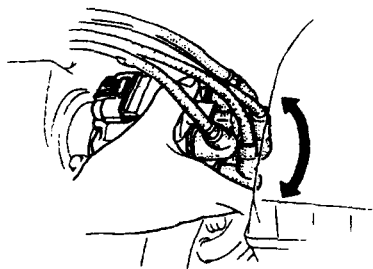

图 10 调整分电器位置——以 1995~1997 年产普鲁泰哥 1.5L(Z5D) 和 1.8L(BPD) 为例
25N·m), 重新检查正时 (参见图 10)。
8) 若正时标记未对齐, 松开分电器固定螺栓, 转动分电器壳进行调整。标记对齐后, 紧固分电器固定螺栓, 力矩为 $19 \text{ lbf} \cdot \text{ft}$ ($25 \text{ N} \cdot \text{m}$)。螺栓拧紧后检查正时 (参见图 10)。
9) 若正时标记未对齐, 松开分电器固定螺栓, 转动分电器壳进行调整。正时标记对齐后, 紧固固定螺栓, 力矩为 $19 \text{ lbf} \cdot \text{ft}$ ($25 \text{ N} \cdot \text{m}$)。螺栓拧紧后再次检查正时 (参见图 10)。
9) 若正时标记未对齐, 松开分电器固定螺栓, 转动分电器壳加以调整。正时标记对齐后, 紧固螺栓, 力矩为 $19 \text{ lbf} \cdot \text{ft}$ ($25 \text{ N} \cdot \text{m}$)。螺栓拧紧后再次检查正时 (参见图 10)。